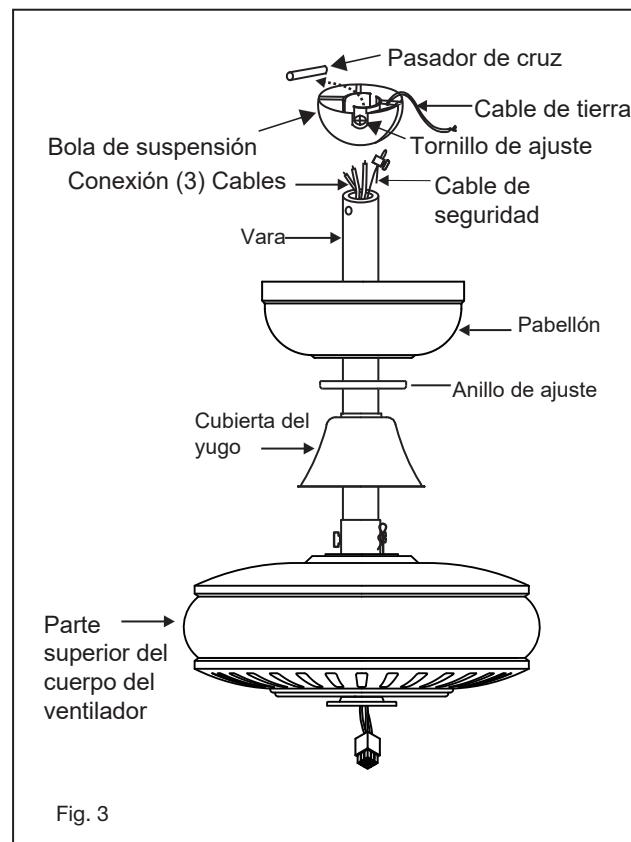

Fig. 3
- 1 Deslice el dosel sobre la vara. (Fig. 3)